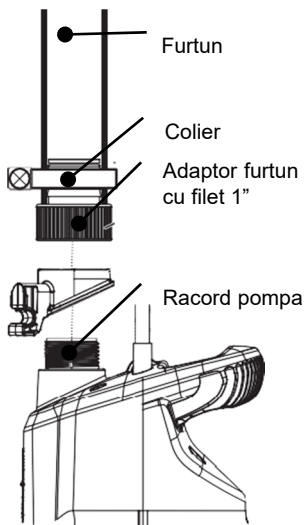

Fig.2
- Adaptor furtun (furnizat) cu colier (nu este furnizat) cu filet 1 tol ( fig.2)